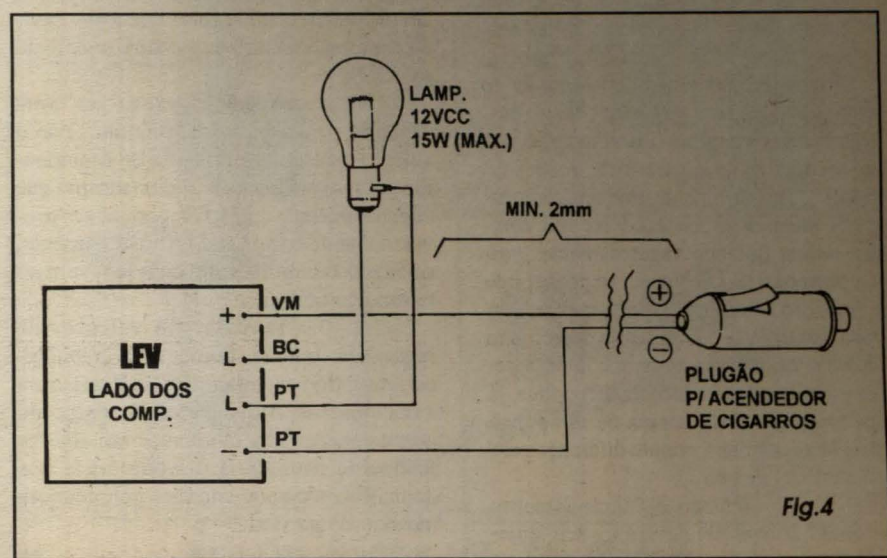

Fig. 4
- FIG. 4 - CONEXÕES EXTERNAS À PLACA - Conforme é costume em APE, o diagrama de conexões externas à placa baseia-se na visão do impresso também pelo lado dos componentes, porém com estes *invisibilizados*, para não complicar a interpretação (uma vez que seus posicionamento já foram abordados em diagrama anterior...). A ênfase, agora, está nas ligações *da placa para fora*, que - no caso - restringem-se às conexões da alimentação, polarizadas (de preferência usando-se cabo paralelo de bom calibre, com isolamento *vermelho/preto* codificando (conforme convencional...) a alimentação *positiva* e *negativa*, respectivamente, trazida através do *plugão* para acendedor de cigarros... Quanto à lâmpada, as conexões ao respectivo soquete *baioneta* não são polarizadas, podendo ser feitas com cabos isolados curtos, também em bom calibre (devido à corrente não muito baixa que deverão suportar, em funcionamento...). Notar que, para maior conforto e